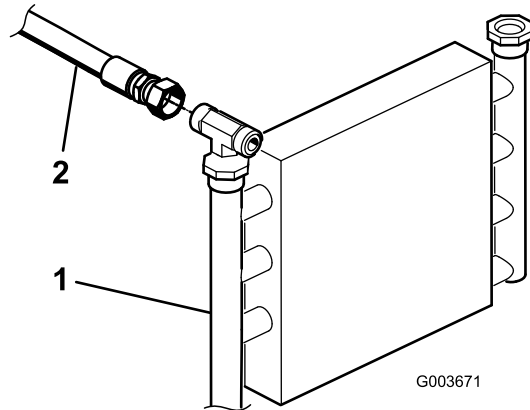

Figura 13
1. Localize o tubo hidráulico que vai do refrigerador de óleo à válvula de elevação existente (Figura 13). Remova os dispositivos de fixação e grampo do tubo que prende os tubos hidráulicos à estrutura.
- Desligue e remova o tubo hidráulico do refrigerador de óleo e válvula de elevação (Figura 13).